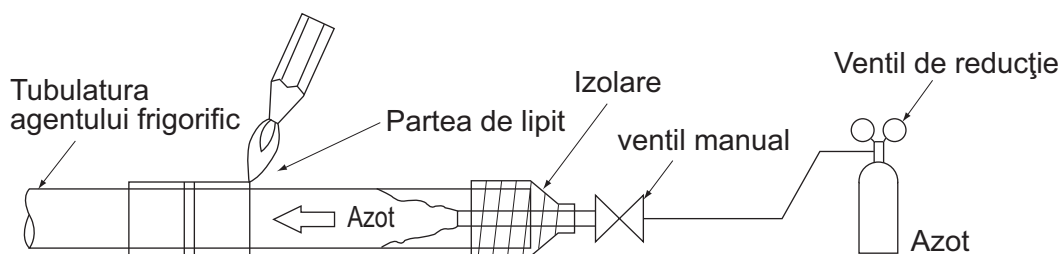

Fig. 14
- Azotul trebuie reglat la 0,02 MPa cu o supapă de reglare a presiunii dacă lipiți în timp ce introduceți azot în tubulatură. **(Consultați Fig.14)**